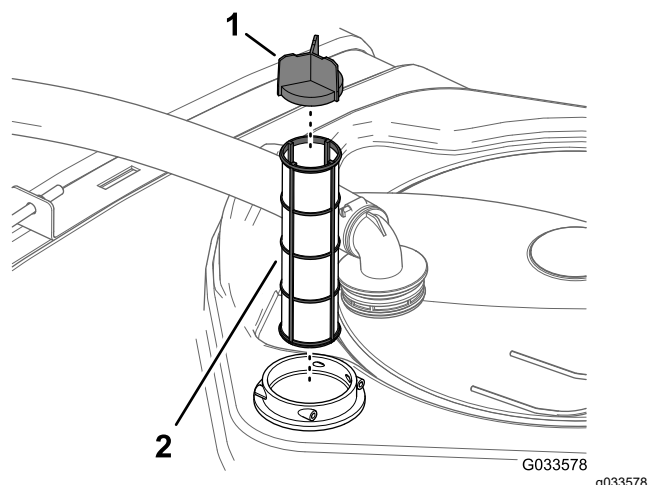

Figura 51
4. Retire el filtro de aspiración del alojamiento del filtro del depósito (Figura 51).